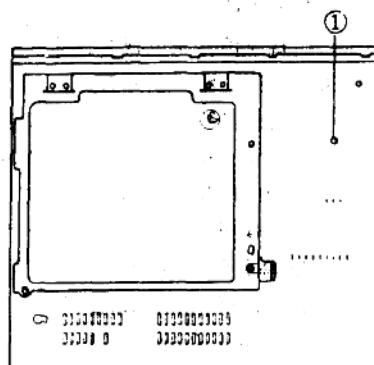

图 1-3 底部控制钮
松下 NV—G10MC 录像机设置在底部的控制键钮只有一个，如图 1-3 所示。此键钮是垂直锁定钮。在静止图像、静止图像前进或慢动作放像状态下，如果电视监视器上出现垂直跳动，就调整此垂直锁定钮①至最佳位置，以使图像稳定。一旦调整好这个控制钮，就不需要再调整了，除非改变连接的电视机。